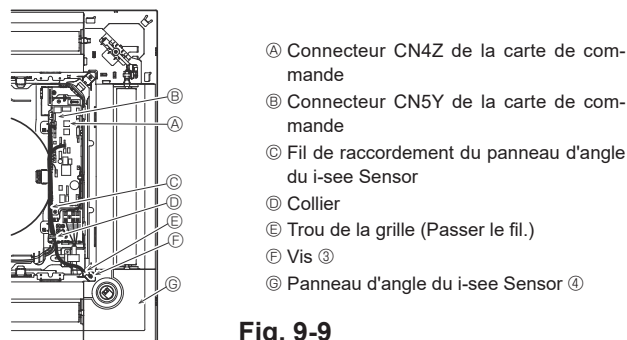

Fig. 9-9
9.4.5. Installation du panneau d'angle du i-see Sensor (Fig. 9-9)
- Acheminez le connecteur du fil de raccordement (blanc à 4 pôles et blanc à 5 pôles) du panneau d'angle du i-see Sensor ④ depuis le côté du boîtier électrique de l'appareil principal et raccordez-le aux connecteurs CN4Z et CN5Y de la carte de commande.